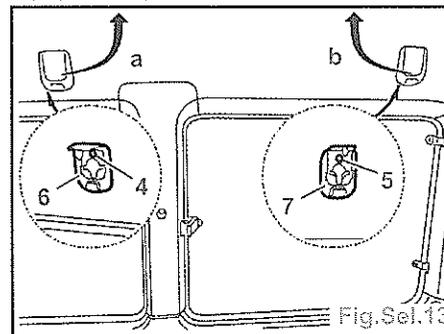

Fig.Sel.13
- Soulever les languettes en (a) et en (b) (Fig.Sel.13).